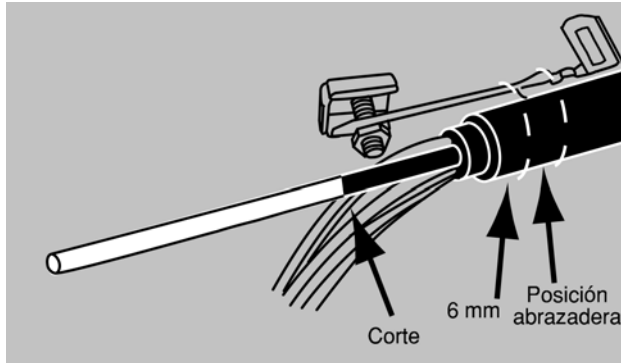

FIGURA 16
16. Ajuste el kit de fijación (bracket tipo L) contra el cable de entrada a 6mm (.25") del extremo de la cubierta. Corte el elemento de tracción permitiendo una longitud suficiente para ajustarlo contra la zapata de soporte. (Figura 16)